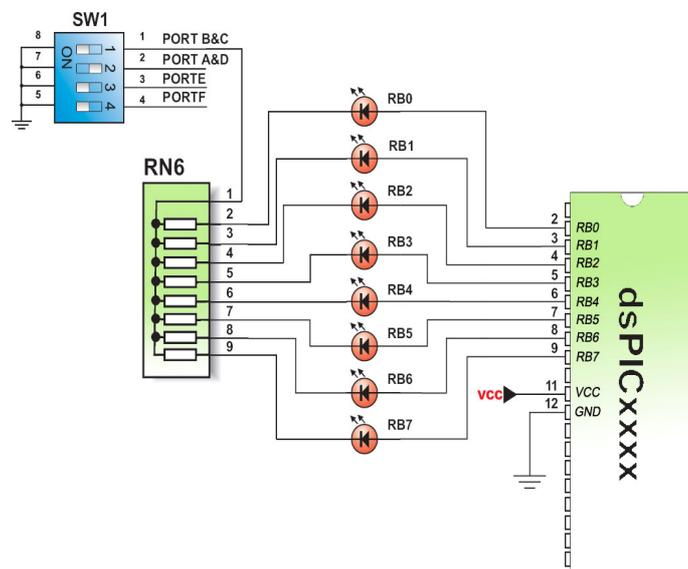

Figura 03 Conexões dos leds na placa.
- 37 leds que permitem uma visualização mais adequada dos níveis lógicos de cada pino de I/O do dsPIC. Os leds, ou diodos emissores de luz, são componentes bastante simples que emitem luz ao serem alimentados com tensão positiva no terminal anódico. Os LEDs serão utilizados em diversas aplicações desse manual, na maioria dos casos, como indicadores de nível lógico dos pinos de um determinado PORTX. Ao todo, a placa contém 37 LEDs disponíveis para o usuário. A figura 03 mostra como esses LEDs estão conectados aos dsPIC's.